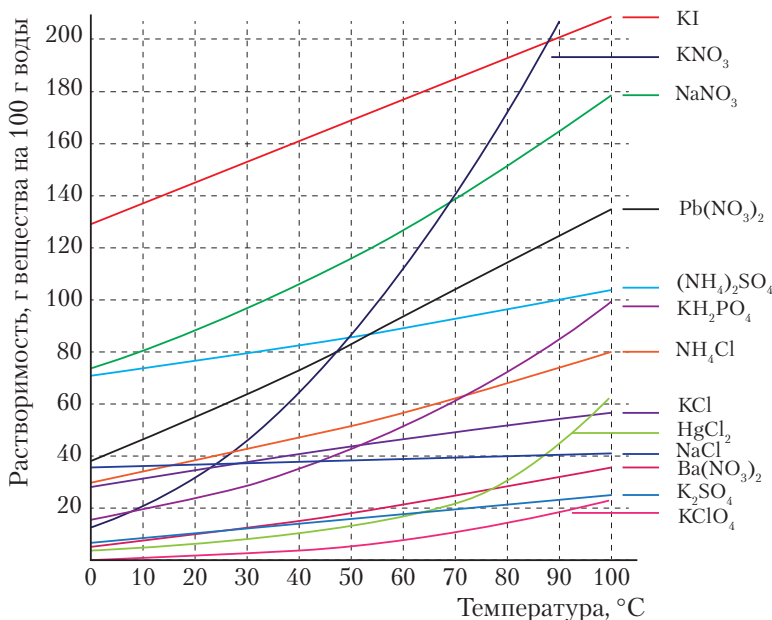

Рис. 51. Зависимость растворимости твёрдых веществ от температуры
Растворимость *твёрдых* и *жидких* веществ зависит от их природы и температуры раствора. С увеличением температуры растворимость большинства твёрдых веществ и жидкостей заметно возрастает (рис. 51). При охлаждении, соответственно, растворимость уменьшается и часть вещества выпадает в виде осадка — кристаллизуется.
4. Даны соединения: хлороводород, нитрат калия, хлорид калия, хлорид натрия, оксид серы(IV), аммиак. С помощью кривых растворимости (рис. 51), а также знаний о растворимости газов определите вещества, растворимость которых в воде при повышении температуры: а) возрастает; б) практически неизменна; в) уменьшается.
6. По кривым растворимости (рис. 51) найдите растворимость солей: нитрата натрия, хлорида аммония и хлорида натрия при  $20\text{ }^\circ\text{C}$ ,  $50\text{ }^\circ\text{C}$ ,  $70\text{ }^\circ\text{C}$ .